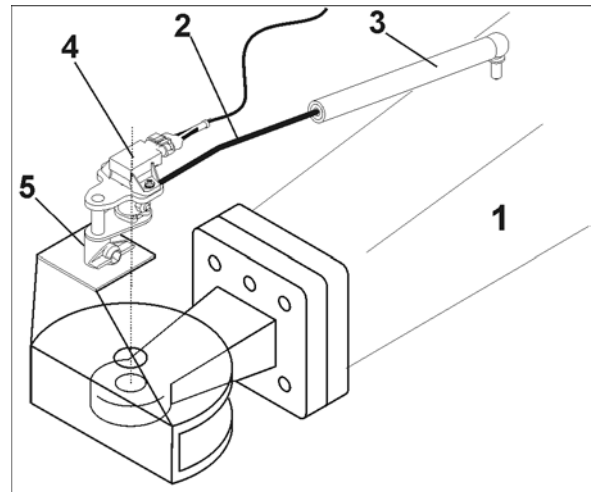

Fig. 45
Styresystemet Trail Tron, der sørger for, at trailersprøjten automatisk og næsten helt præcist følger traktorens kørespor, registrerer trækstangens vinkel (Fig. 45/1) i forhold til traktorens kørselsretning.
1. Sæt vinkelstangen (Fig. 45/2) i plastbøsningen (Fig. 45/3) stecken.
2. Sæt drejevinkelfølere (Fig. 45/4) ind i holderen (Fig. 45/5).